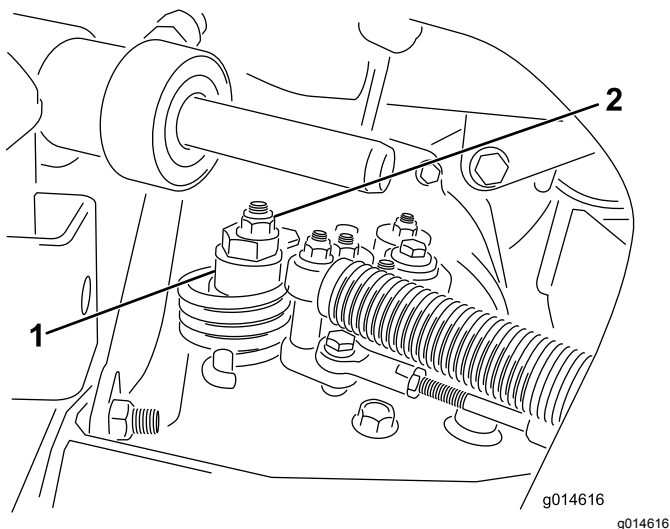

図 34
A. 偏芯ナットをハイドロスタット上部に止めているナットをゆるめる 図 34。
- C. どちらにも車輪が回らないように偏芯ナットを回して調整する。調整ができれば固定ナットを締める 図 34。スロットル低速 および高速位置で調整が正しいことを確認する。